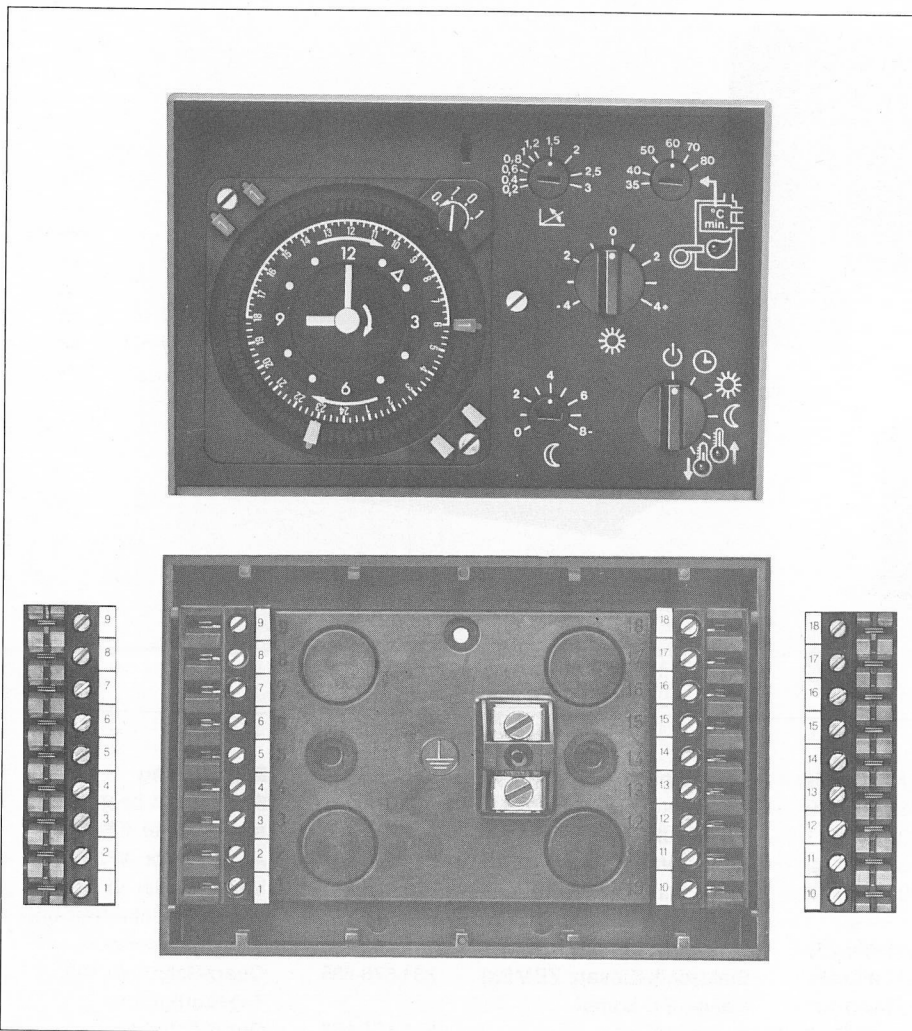

Bild 11 Zentralgerät ZBMP(t) mit Grundplatte/Klemmenblock
3.6 Zentralgerät ZBMP(t) — (Bild 11)